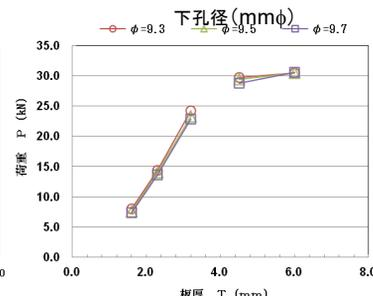

図4 せん断強度：板厚と最大荷重
- せん断強度：板厚が厚くなるにつれて最大荷重は大きく増加し、板厚4.5 mmと6.0 mmの最大荷重では大きな変動なし（図4）